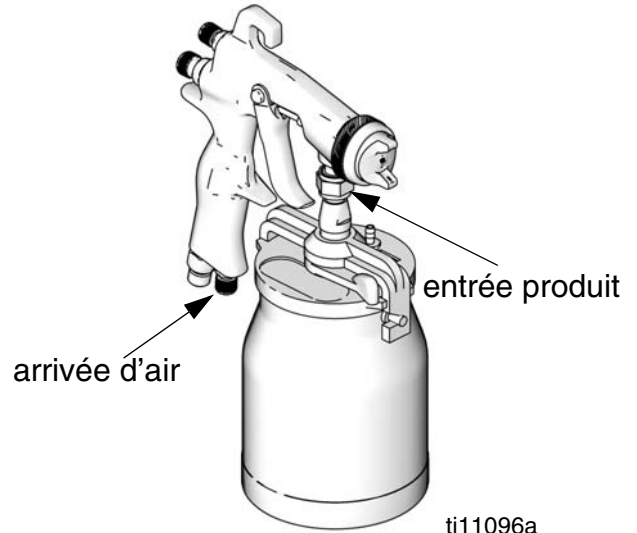

FIG. 1
4. Brancher une alimentation en air propre, sec et filtré sur le raccord d'arrivée d'air. Voir la FIG. 1.